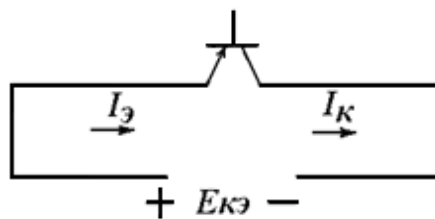

Рис. 2.63. Схема к задаче 10
10. Кремниевый транзистор  $p-n-p$ -типа включен по схеме рис. 2.63.